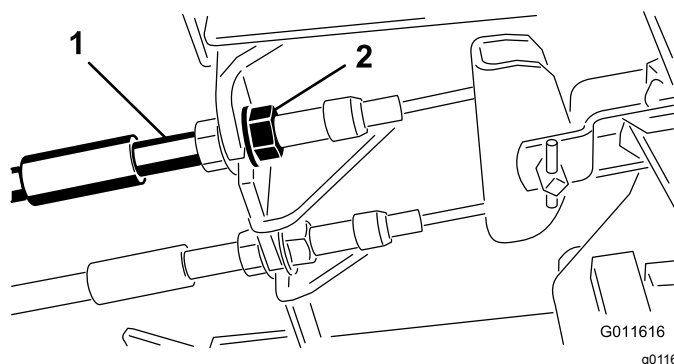

Figura 61
1. Para reduzir a folga dos pedais dos travões, aperte os travões desapertando a porca dianteira que se encontra na extremidade roscada do cabo dos travões (Figura 61).